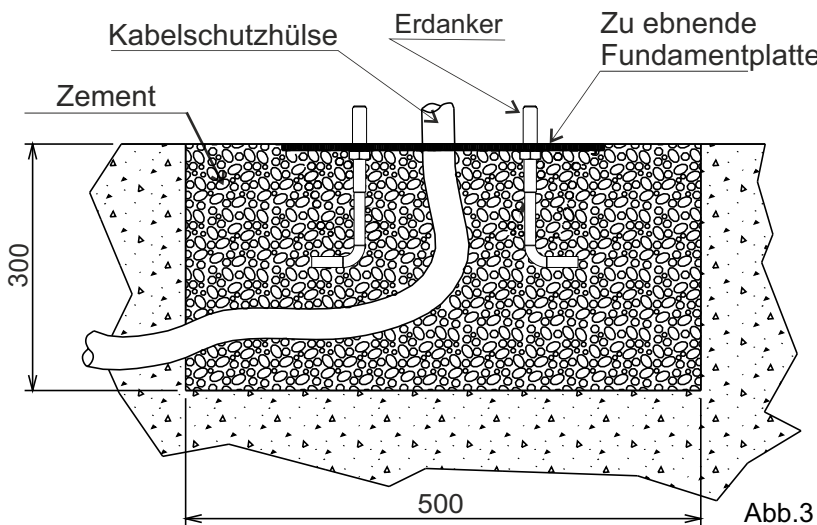

Abb.3
- Die Grube mit Zement R425 füllen und die Fundamentplatte wie in Abb. 3 verlegen.